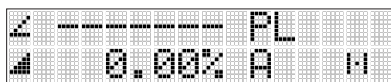

Fig. 23 Écran laser PlaneLok
7.) Le laser commence à chercher le récepteur. Le laser et le récepteur affichent —PL— clignotant pendant que le laser cherche et ajuste le faisceau sur la position de niveau (voir fig. 23). Une fois PlaneLok terminé, — PL— arrête de clignoter sur l'écran du laser et celui du récepteur.